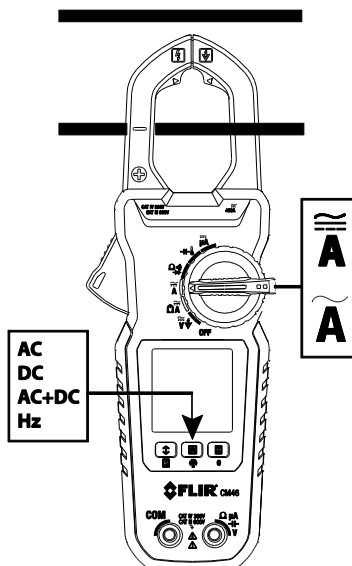

Figure 5-3 Fixation correcte et incorrecte
2. Positionnez le commutateur de fonctions sur $\tilde{\mathbf{A}}$ (AC), $\overline{\mathbf{A}}$ (AC, DC ou AC + DC). Les mesures DC et AC + DC sont disponibles uniquement sur le modèle CM46. Pour les mesures de faibles courants, veuillez vous référer à la Section 5.8.
5. Appuyez sur la gâchette pour ouvrir les mâchoires de la pince afin d'enserrer entièrement un pôle d'un circuit—voir Fig. 5-3. Pour des résultats optimaux, centrez le conducteur dans la mâchoire.